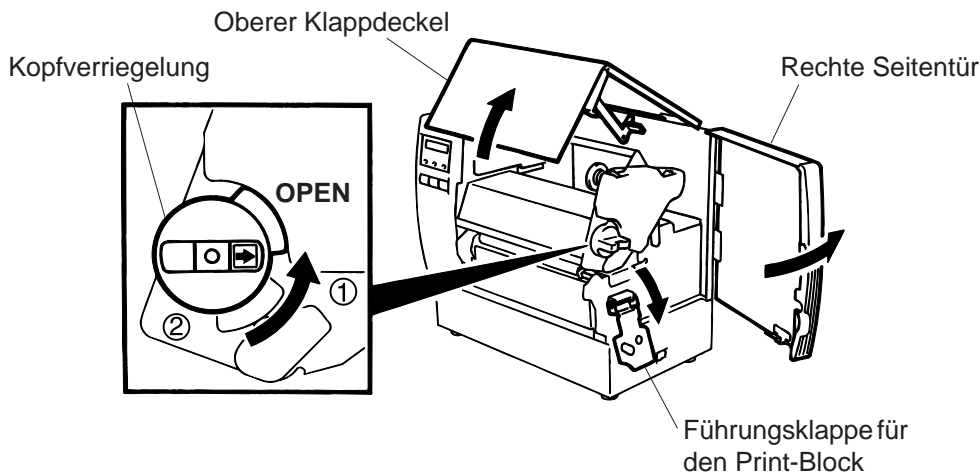

Abb. 7-1
**HINWEIS:** Beim Entfernen des Farbbandes bitte darauf achten, daß sich das Band nicht an Teil ① verfängt.
9. Stellen Sie die Kopfverriegelung anhängig vom zu bedruckendem Material auf die entsprechende Position ein. (Siehe Abb. 7-1)
- ①: Etiketten oder dünnes Kartonmaterial
- ②: dickes Kartonmaterial
**ACHTUNG:** Wenn Sie Etiketten bedrucken stellen Sie sicher das die Kopfverriegelung auf Position ① steht.